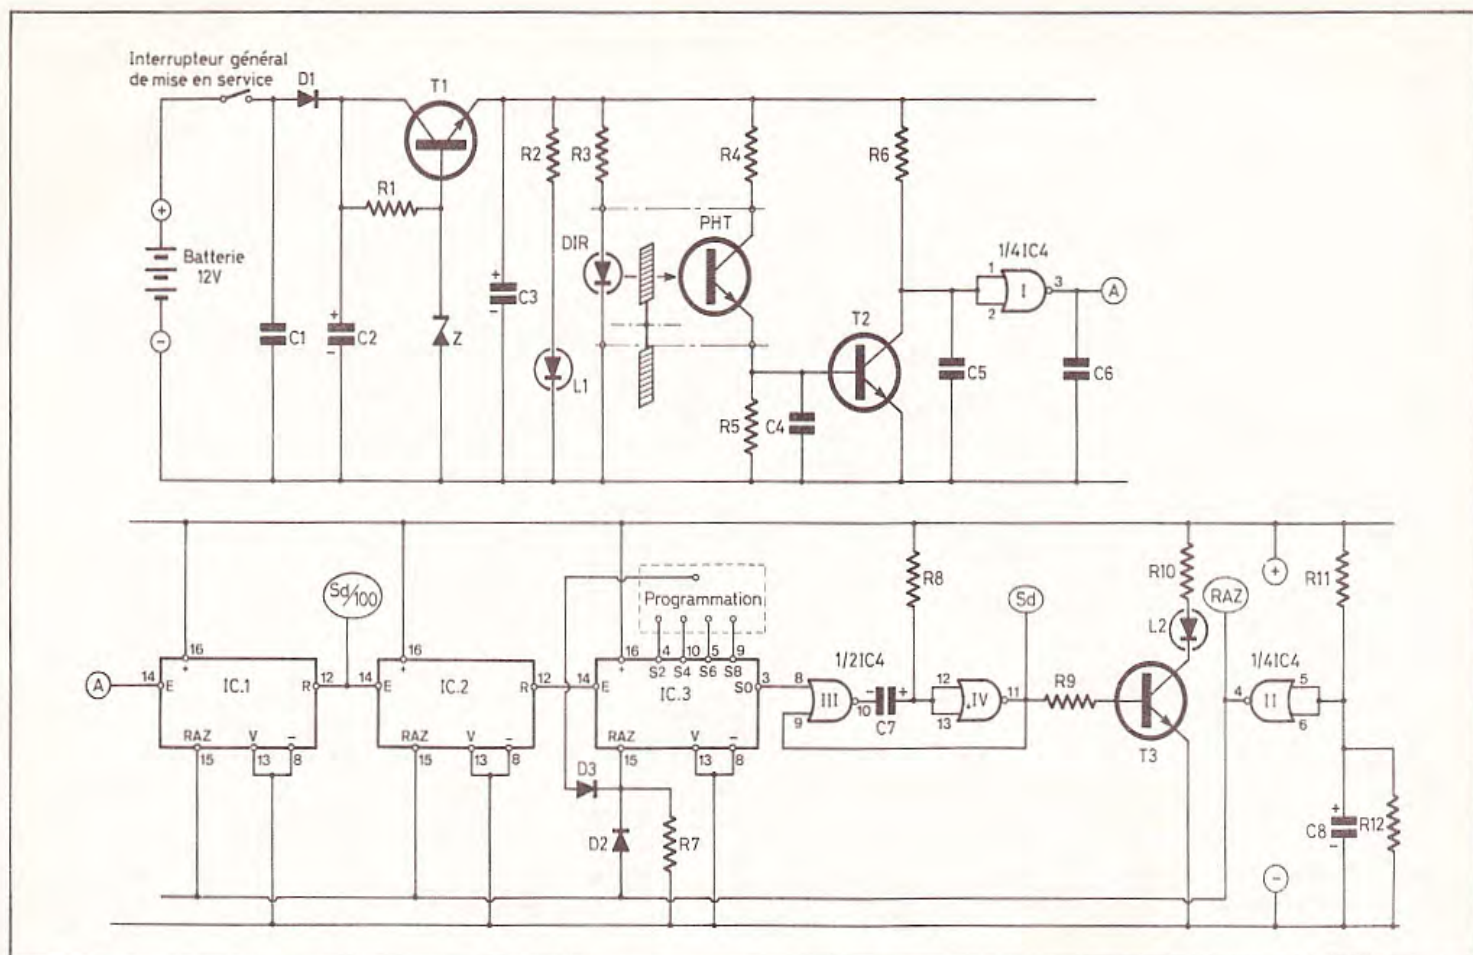

Fig. 3. — Alimentation. Détection de la distance. Mise en forme de l'information distance. RAZ automatique à la mise sous tension.
Fig. 3. — Le montage a été introduit à l'intérieur d'un coffret STRAPU et nous précisons le plan de perçage. D'autres coffrets de dimensions analogues conviendront également.
a) Alimentation (fig. 3)
b) Détection du paramètre « distance parcourue » (fig. 3)
c) Mise en forme de l'information « distance » (fig. 3)
- une division par 1 000 lorsqu'il n'y a aucune liaison programmée entre les sorties et l'entrée RAZ de IC_3 (cas de la figure 3),
d) RAZ automatique au moment de la mise sous tension (fig. 3)
dans un premier temps. En effet, cette capacité se trouve chargée par un courant limité par R_{11} si bien que le niveau logique des entrées de la porte inverseuse NOR II de IC_4 reste nul, au début de la mise sous tension. En conséquence, le niveau logique de la sortie de cette porte reste égal à 1. Ce signal désigné par « RAZ » sur la figure 3 assure la remise à 0 des trois compteurs IC_1 , IC_2 et IC_3 . Par la suite, et après un temps de l'ordre de la seconde ($R_{11} \times C_8$), la capacité C_8 étant suffisamment chargée, le niveau logique 1 disparaît à la sortie de la porte NOR II de IC_4 . Les compteurs sont ainsi prêts à remplir leur mission. La résistance R_{12} permet la décharge de C_8 lors de la coupure de l'alimentation de façon à ce qu'elle soit prête pour la réalimentation suivante. L'ensemble des éléments constituant la figure 3 se trouve inséré dans un premier boîtier Teko désigné « détection de la distance » qui comporte ainsi cinq sorties :
Les signaux de périodicité 7,2 s, disponibles à la sortie de report de IC₁ sont pris en compte par la bascule monostable constituée par les portes NOR I et II de IC₆. La sortie de cette bascule est chargée de commander, sous la forme de brèves impulsions positives, la commande périodique (toutes les 7,2 s) du séquenceur (indice B de la figure 3).